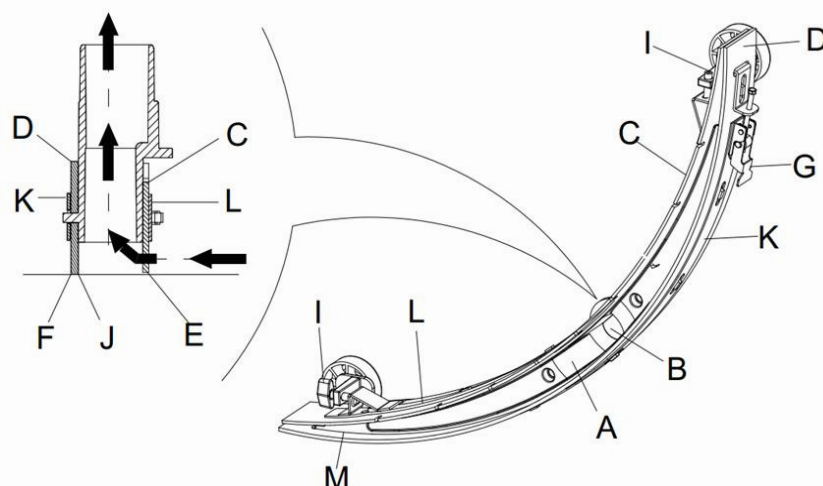

Рисунок 15
2. Нажмите кнопку включения питания (41) и установите позицию “О”, для отключения устройства.
3. Отвинтите фиксированной ручкой (16) щетки; снимите разъем подключения трубки Восстановительного Вакуума и снимите щетку.
4. Используйте ручку для подъема швабры (14).
5. Очистите щетку (**Рисунок 15**). Очистите пазы (**А, Рисунок 15**) и остатки грязи с вакуумной трубки. Убедитесь, что переднее лезвие швабры (С) и заднее лезвие швабры (D) целы, и проверьте на наличие сколов и трещин. При необходимости измените их (см. шаги в следующем разделе).
1. После методов, показанных в предыдущем разделе, очистить щетку (**Рисунок 15**)
2. Проверьте края (**Е, Рисунок 15**) лезвие передней щетки (F) и части лезвий задней щетки (D). Они должны быть на примерно одинаковом уровне по всей длине. В противном случае, отрегулируйте их длину посредством следующей процедуры:
- Ослабьте зажим (G), чтобы задняя щетка (D) отделилась от кронштейна (M) для регулировки положения щетки. После регулировки вновь зафиксируйте зажим.
- Ослабьте винт на ручке (I) для регулировки передних лезвий швабры (C); после регулировки затяните винт вновь.
3. Проверьте, если переднее лезвие щетки (C) и заднее лезвие щетки (D) на предмет наличия сколов и трещин. При необходимости, измените их в соответствии со следующими способами. Проверьте передний край задней щетки (J) на изношенность. Если он изношен, его можно установить задним краем, т.е наоборот (если он не поврежден). Если задний край также изношен, измените его, следуя приведенному ниже:
- Ослабьте зажим (G), чтобы лезвие отделилось от кронштейна (M), снять зажим (K), а затем измените или переверните лезвие (D) наоборот. Установите на задней щетке в обратном порядке.
- Ослабьте винт на ручке (I) и снимите передний зажим (L), а затем замените переднюю щетку (C).